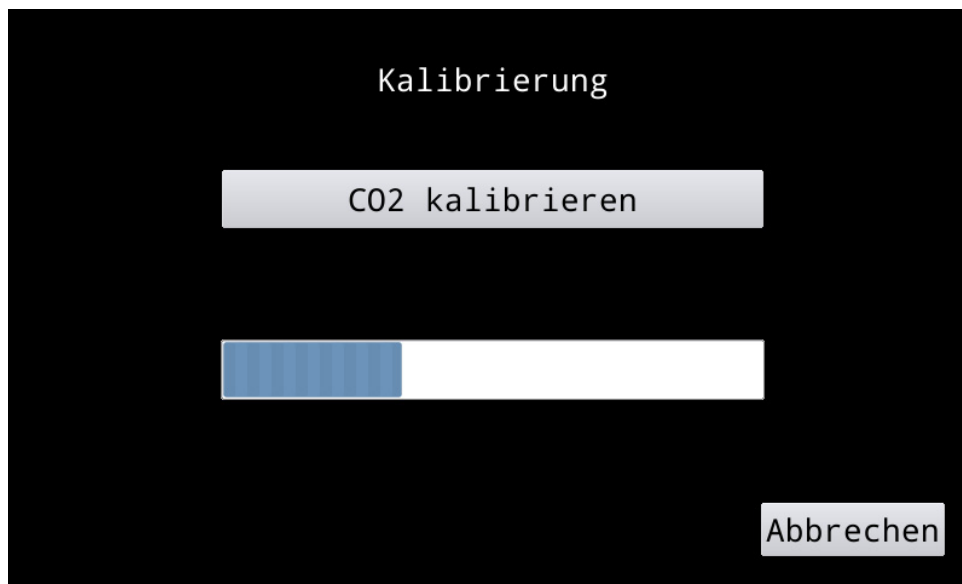

Abbildung 13. Kalibrierungsanzeige
4. **Kalibrierung** drücken. Die Kalibrierungsanzeige (Abbildung 13) wird angezeigt.